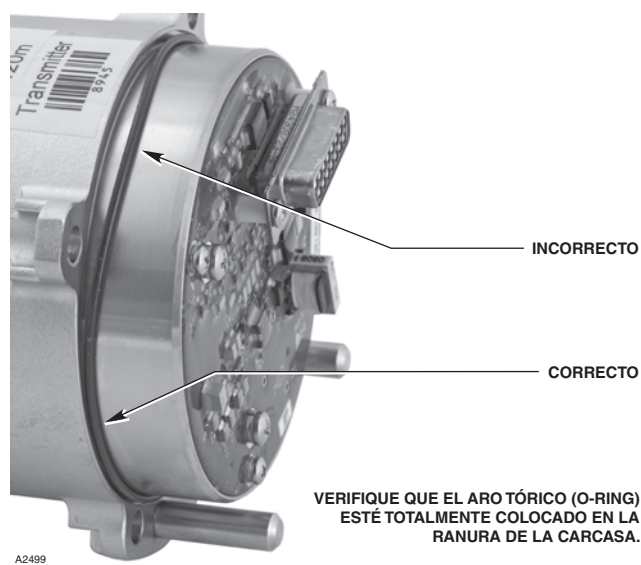

Figura 23: Aro tórico en el módulo OPECL
4. Verifique que el módulo de reemplazo cuente con un aro tórico en buen estado y correctamente colocado en la ranura de la carcasa. Consulte la figura 23. El aro tórico es necesario para mantener la impermeabilización de la carcasa del equipo OPECL.